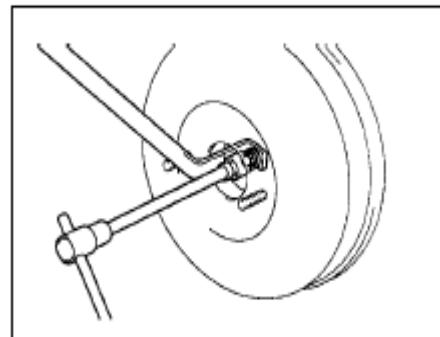

Рис. 267
- (4) Отрегулируйте длину задвижки толкателя(рис. 267) вакуумного усилителя с помощью специального прибора, пока задвижка толкателя не коснется головки сердечника.